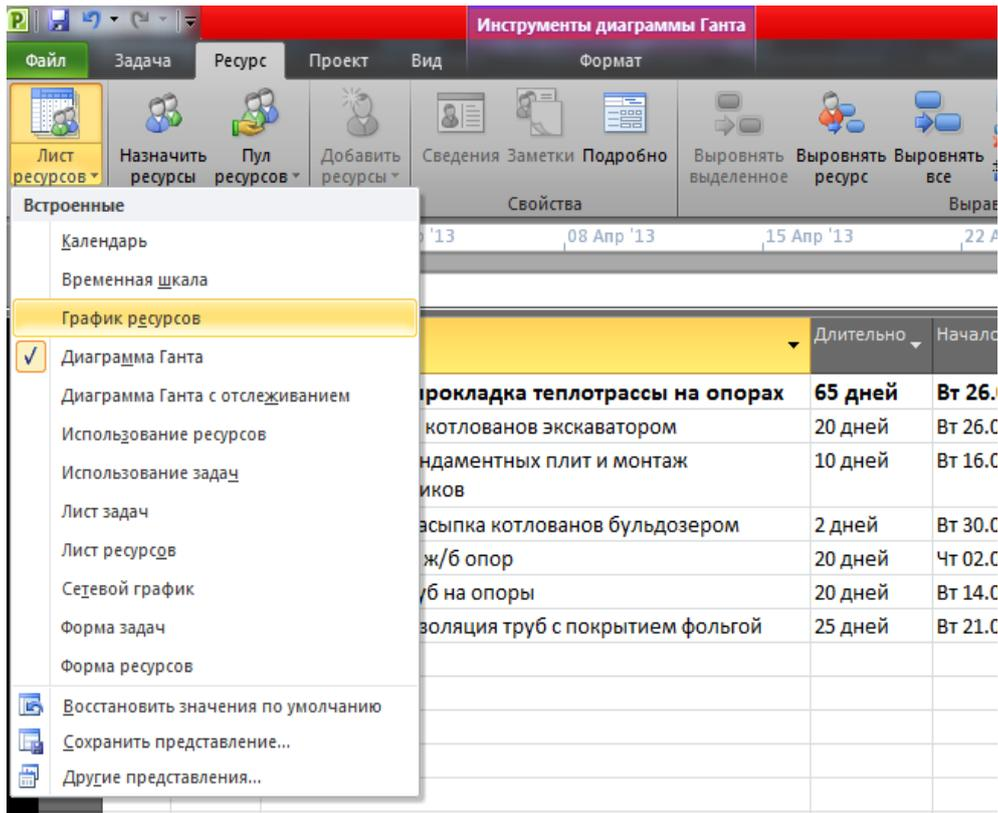
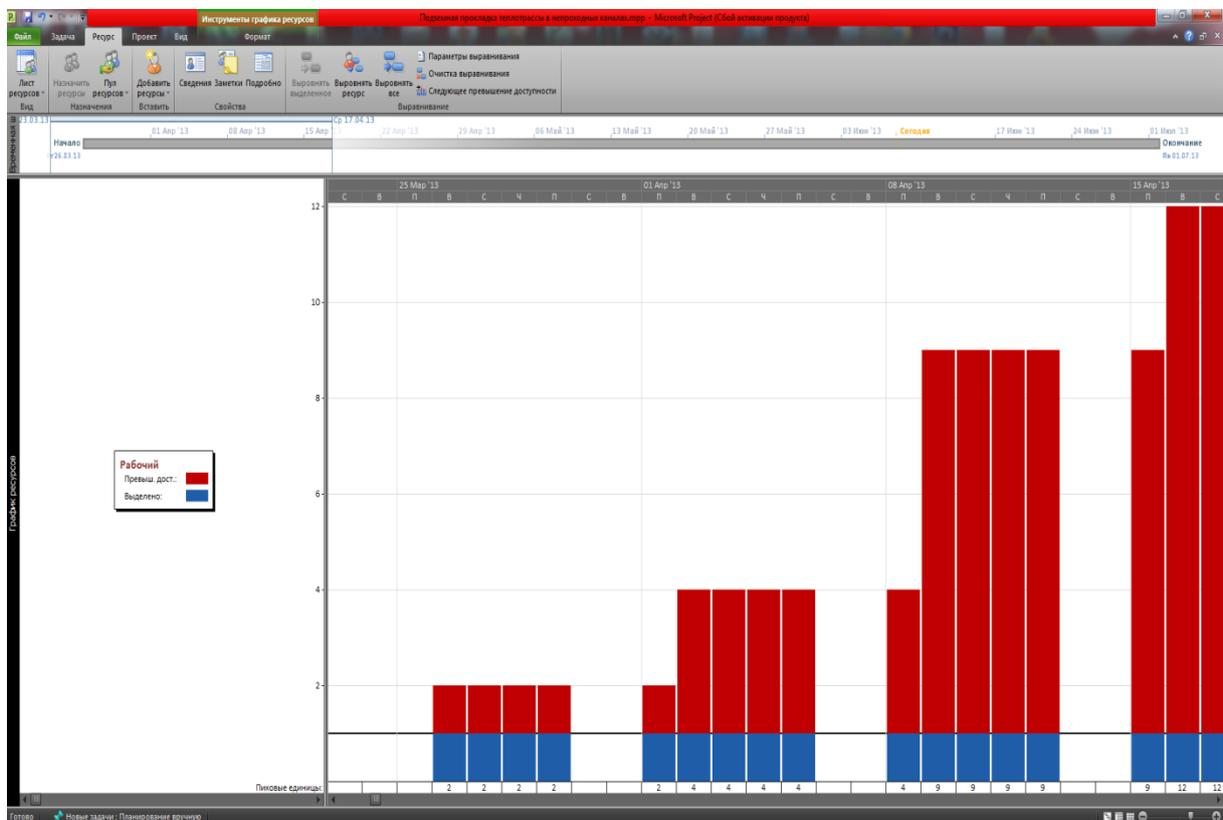
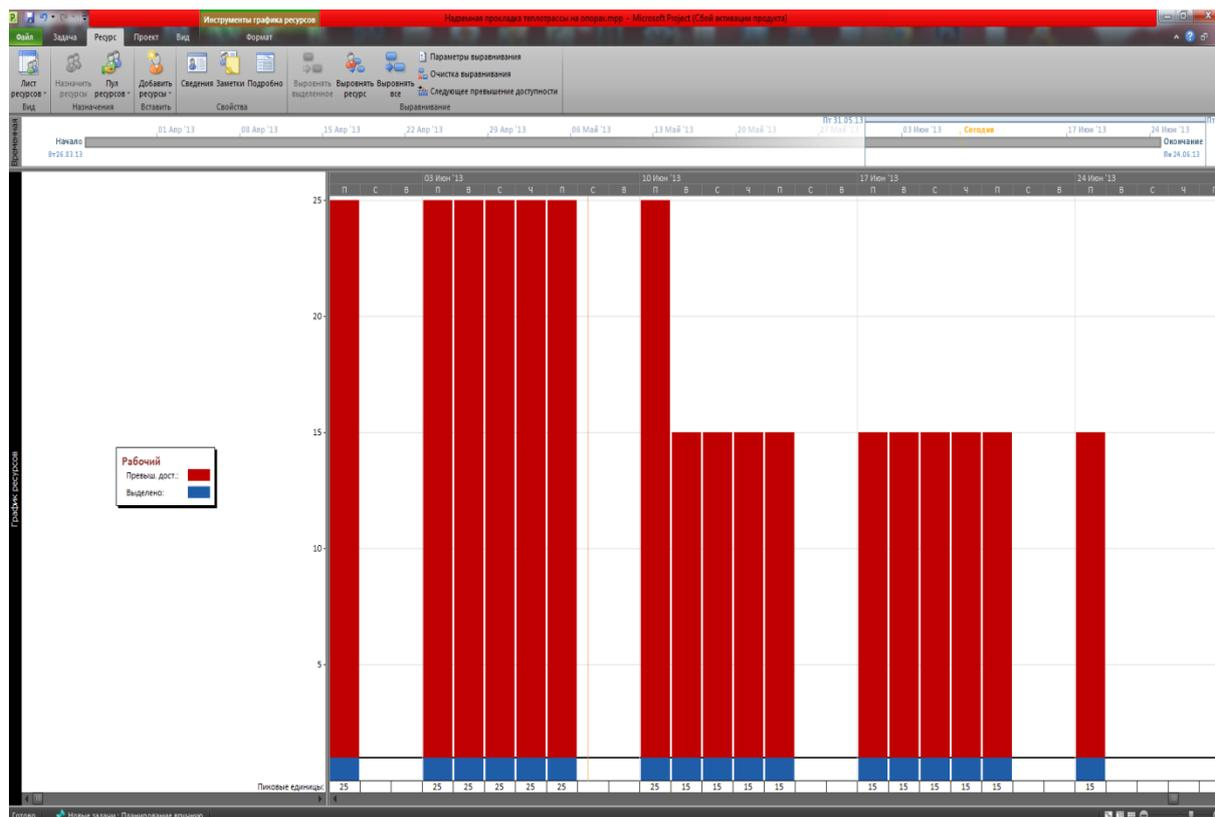

Рис. 27 Вывод графика ресурсов на экран
Рис. 28 Полученный график ресурсов для ППТ (до редактирования)
Рис. 29 Полученный график ресурсов для НПТ (до редактирования)
11) После того как назначены ресурсы для задач, необходимо во вкладке «Ресурс», в разделе «Вид» щелкнуть левой кнопкой мыши на стрелочку у пиктограммы «Лист ресурсов» и в появившемся списке выбрать «График ресурсов» (рис.27). Появляется окно программы с приблизительно следующим содержанием для ППТ (рис. 28) или для НПТ (рис. 29);